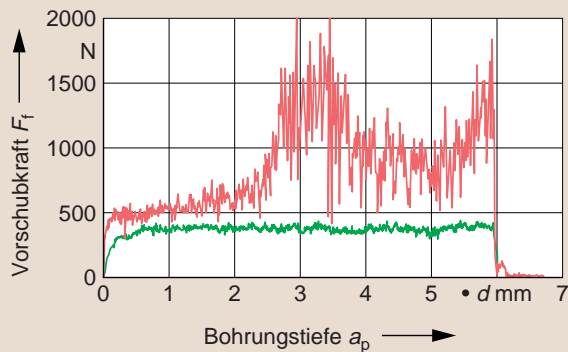

Bild 7: Verlauf der Vorschubkraft beim Fertigen tiefer Bohrungen (Parameter wie in Bild 5); rot: ARC-TiAlN-Schicht, grün: ARC-TiAlN+MoS₂-Schicht.
► Die ganz weichen Schichten sind in erster Li- nie auf MoS_2 -Basis verfü- bar (Bild 6). Sie begünsti- gen das Einlaufverhalten der Werkzeuge so wir- kungsvoll, daß sogar die Droplets der harten ARC- Grundsicht keinen Spä- nestau verursachen kön- nen (Bild 7) [9]. Es stellt sich allein die Frage, ob die Späne die Droplets wegpo- lieren, bevor das MoS_2 ab- gerieben wird.